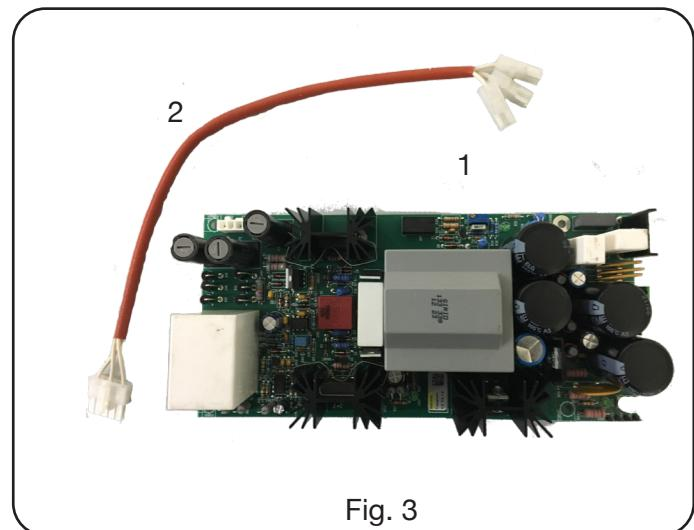

Fig. 3
Il Kit Alimentazione Robot, art. 435.00 è' composto dagli elementi visibili in fig. 3.
- Alloggiare la scheda **1** (Fig. 3) nella posizione prevista all'interno del Generatore accanto al circuito misura pos.4 (380.80, 39x.80) / circuito precarica pos. 87 (381.80)
- Collegare un estremo del cablaggio **2** (Fig. 3) al connettore **J1** della scheda **1** (Fig. 3).
- Collegare l'altro estremo del cablaggio **2** (Fig. 3) ai punti indicati dallo schema elettrico corrispondente al Generatore in uso (par. 8).